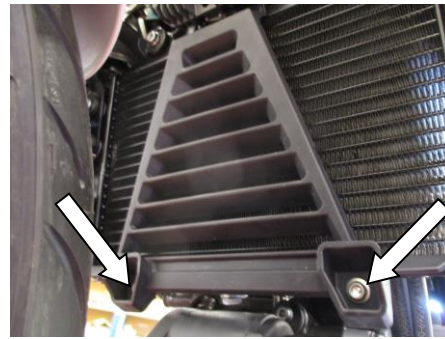

Abbildung 2
- Um den R&G Kühlerschutz montieren zu können, muss der original Kühlerschutz aus Kunststoff komplett entfernt werden. Entfernen Sie die zwei unteren Montageschrauben, die in Abbildung 2 gekennzeichnet sind, mit einem 8mm Steckschlüssel. Den original Kühlerschutz vorsichtig oben lösen und vom Kühler entfernen.